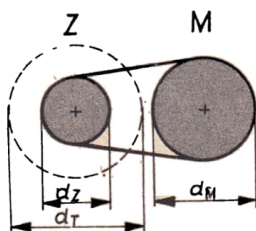

Bild 20
- 2.67** Der Antrieb einer Zentrifugentrommel von 400 mm Durchmesser erfolgt über Treibriemen durch einen Motor mit der Drehzahl 2880 min^{-1} (Bild 20). Die Riemenscheiben von Motor und Zentrifuge haben die Durchmesser 300 mm bzw. 200 mm. Berechnen Sie für einen Punkt am Rand der Trommel 1. die Bahngeschwindigkeit, 2. die Radialbeschleunigung, 3. die Winkelbeschleunigung während des in 7,5 s erfolgenden Anfahrens der Zentrifuge. 4. Ermitteln Sie den Weg, den ein Punkt des Riemens während des Anfahrens zurücklegt.